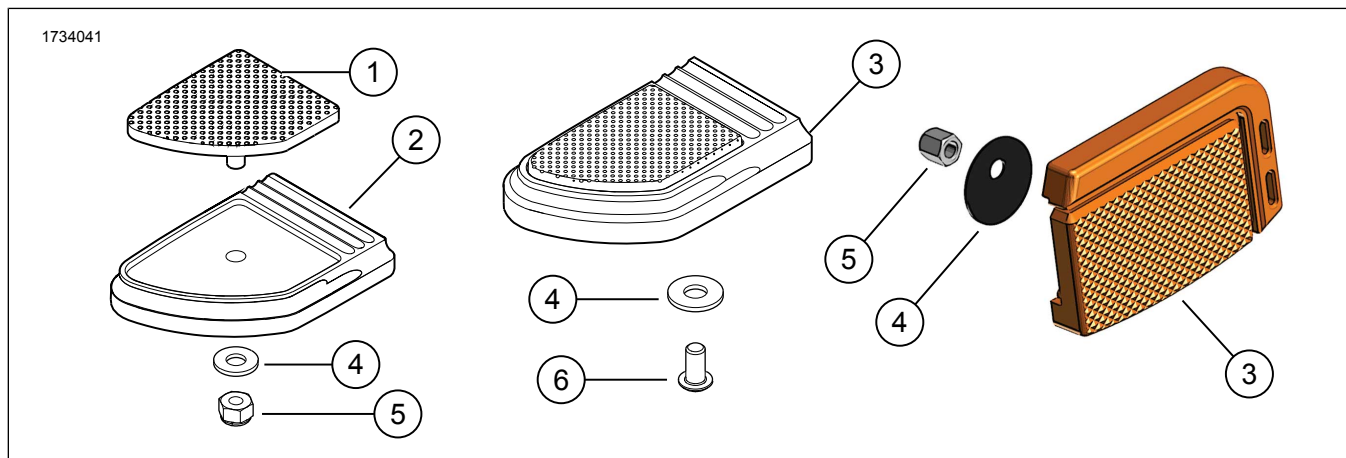

図1。キット内容: Brake Pedal PadKit (ブレーキペダルパッドキット)
1. 図1新品のブレーキペダルパッド(1)とトリムカバー(2)の凹みの位置を合わせます。
1. 図1新品のブレーキペダルアッセンブリー(3)を車両フットブレーキレバーに合わせます。